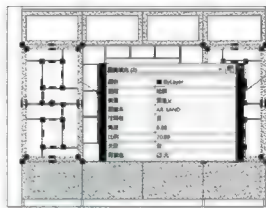

图 9-20
**步骤 14:** 使用图案填充工具 $\text{H}$ 进行填充, 填充图案名称为“AR-SAND”, 填充比例为 20, 效果如图 9-20 所示。